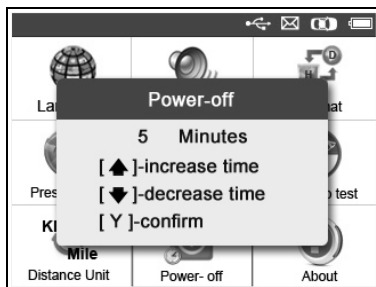

Abbildung 3.10
- 2) Drücken Sie zum Erhöhen oder Senken des Zeitintervalls bis zur automatischen Abschaltung die Scrolltaste **NACH OBEN/UNTEN**, und drücken Sie dann die Taste **Y**, um Ihre Änderung zu bestätigen oder auf **N**, um ohne Änderungen zu beenden. (Abbildung 3.10)